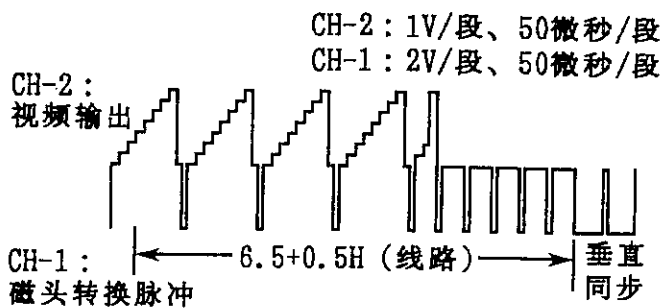

图5-2
7. 磁头开关转换点的调整完毕后, 再现校正用磁带, 以检查示波器上呈现的波形是否符合图5-2所示的规定要求。